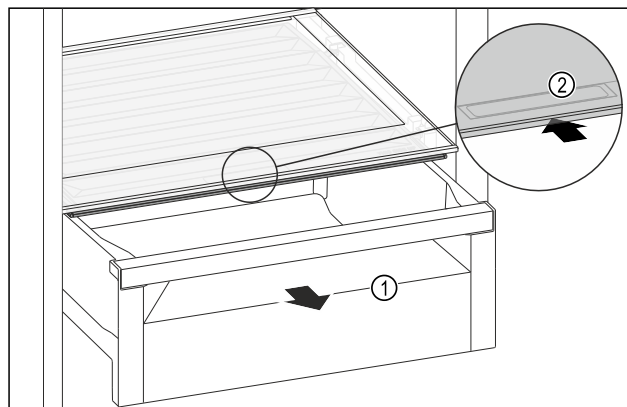

Fig. 117
- ▶ Изтеглете чекмеджето Fig. 117 (1).
- ▶ Хванете вдлъбнатия захват Fig. 117 (2) на капака на отделението и едновременно с това избутайте назад капака на отделението.